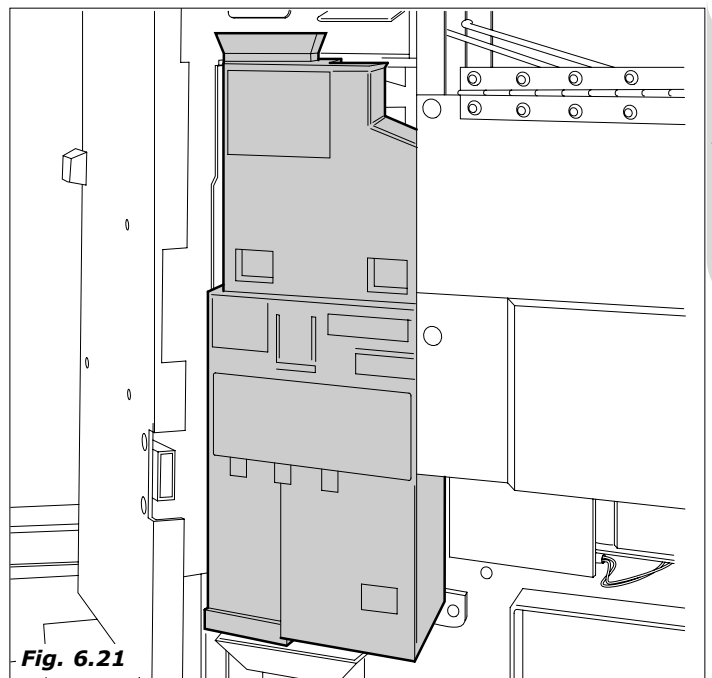

Fig. 6.21
- Para instalar el sistema de pago hay que destornillar parcialmente los tres tornillos (Fig. 6.21), montar el monedero sin el selector.